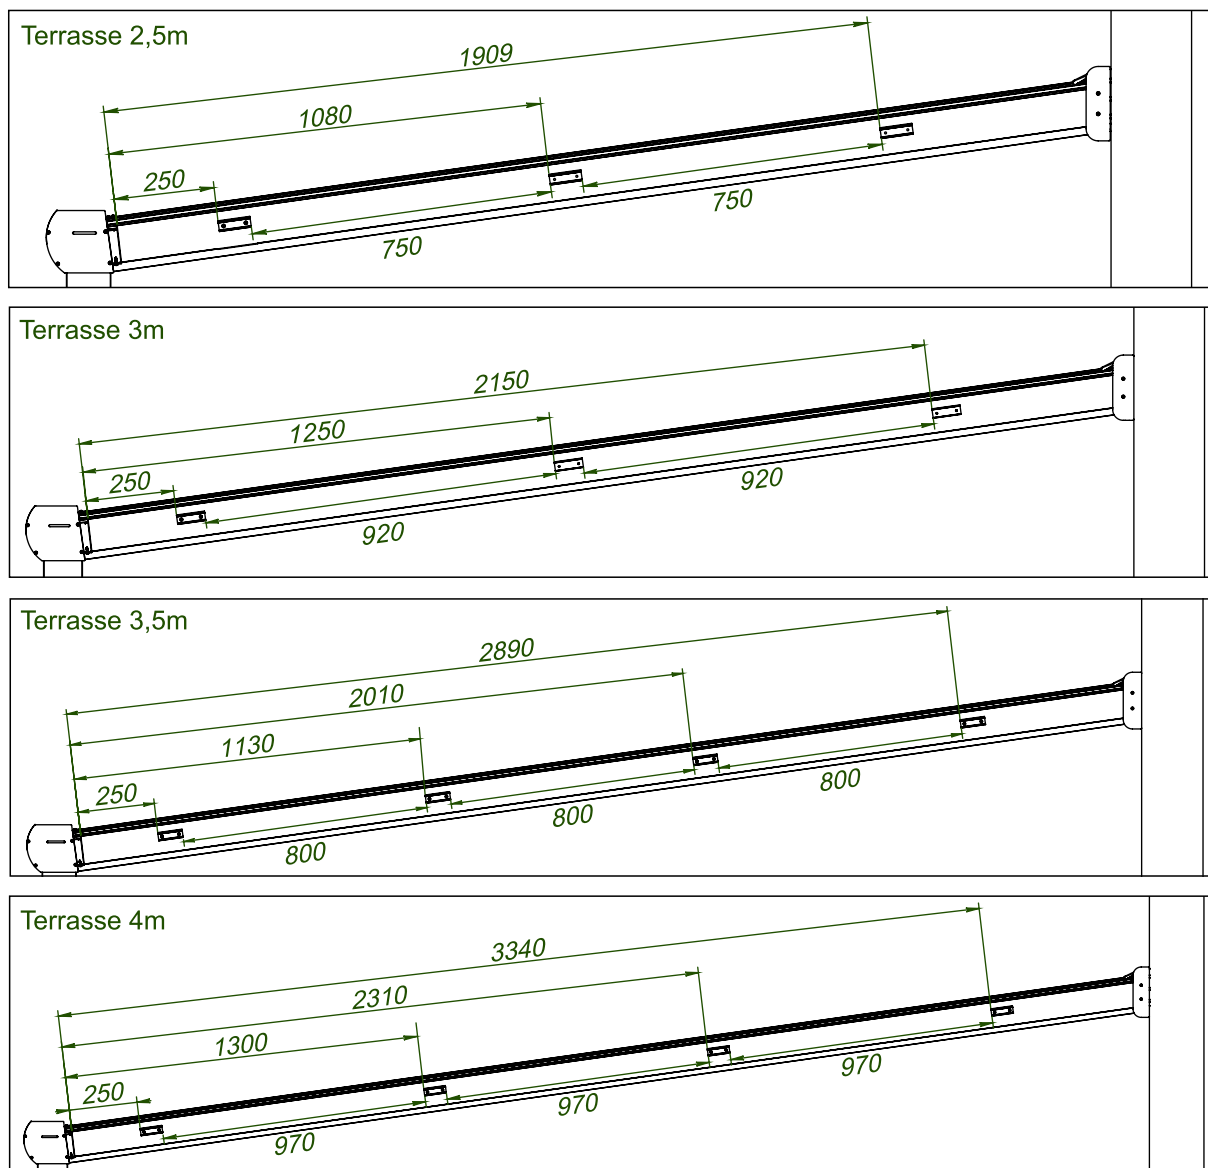

Abb. 3
4. Messen Sie ab dem Rinnenprofil die Positionen für die Laufschienenhalterungen. Entnehmen Sie die Maße für Ihre Terrasselänge den Abbildungen. Die erste Platzierung für Schienenhalterungen sollte ca. 25 cm ab dem Rinnenprofil erfolgen. Markieren Sie die Positionen ab denen die Laufschienenhalterungen platziert werden sollen. (Siehe Abb. 3)